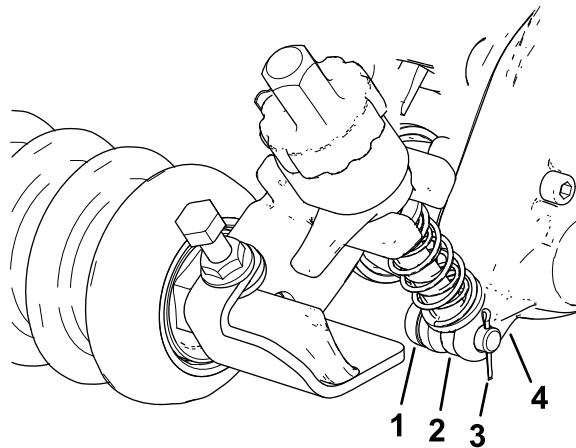

Figura 11
2. En el lado izquierdo, deslice la varilla del brazo de ajuste del soporte ADC en el hueco de la caja de transmisión del groomeer y fíjela con un pasador de ajuste y una chaveta, como se muestra en la Figura 11.